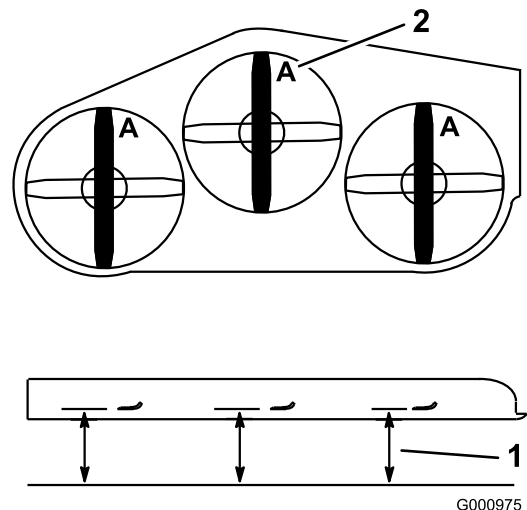

Figura 74
2. Mida desde una superficie nivelada hasta el filo de corte, posición A, de las cuchillas (Figura 74).